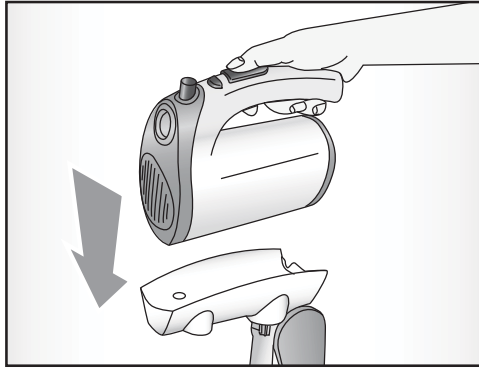

Fig. 3
- Introduire le corps moteur (F) sur le bras du support (B) avec les broches arrière du corps moteur en correspondance des petites ouvertures qui se trouvent sur le support, et le faire glisser légèrement en avant jusqu'au déclic d'accrochage (Fig. 3).
- Das Motorgehäuse (F) so auf den Arm der Aufnahme (B) aufsetzen, dass die Stifte an der Rückseite des Motorgehäuses in die Langlöcher der Aufnahme eingreifen und dann leicht nach vorn schieben, bis das Einrasten zu hören ist (Abb. 3).
- Aplicar el cuerpo motor (F) en el brazo del soporte (B) con los pernos traseros del cuerpo motor en correspondencia con los ojales del soporte, y dejarlo que se deslice ligeramente hacia delante hasta que se acople (oíremos un clic) (Fig. 3).